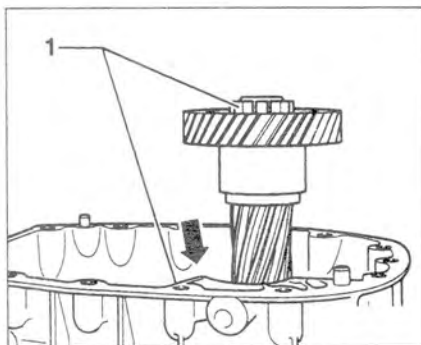

Рис. 5.68. Установите промежуточный вал 1 с роликовым подшипником.
11. Установите промежуточный вал 1 с роликовым подшипником (рис. 5.68). Затяните четыре болты крепления корпуса коробки передач к корпусу сцепления.